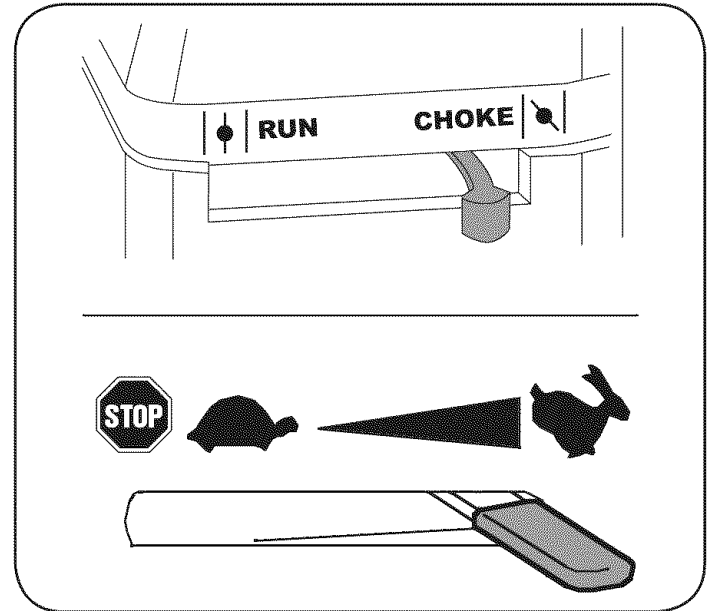

Figura 10
3. Mueva el control del obturador hacia el control del regulador  para obturar el carburador del motor. (Si el motor está tibio la obturación puede no ser necesaria). Vea la figura 10.
4. Mueva la palanca de control del estrangulador a la posición  START/RUN (encendido / funcionamiento, representado por una liebre). Vea la figura 10.
2. Con la otra mano tire hacia afuera de la varilla de liberación y baje el montaje de la tolva hasta el piso. Vea la Figura 10.